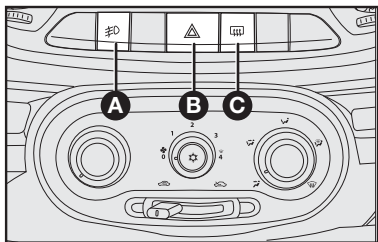

fig. 73
### BOTÕES DE COMANDO - fig. 73
**B** - Botão com indicação de função para ligar/desligar as luzes de emergência **fig. 73**.